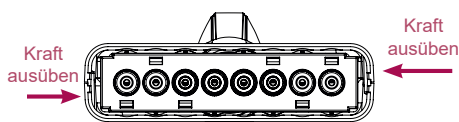

Bild 4
3. Drücken Sie auf die Verbindungsseite des Kragens, um die Schnappverbindungen zu lösen und öffnen Sie den Kragen von unten nach oben.p (Bild 4).